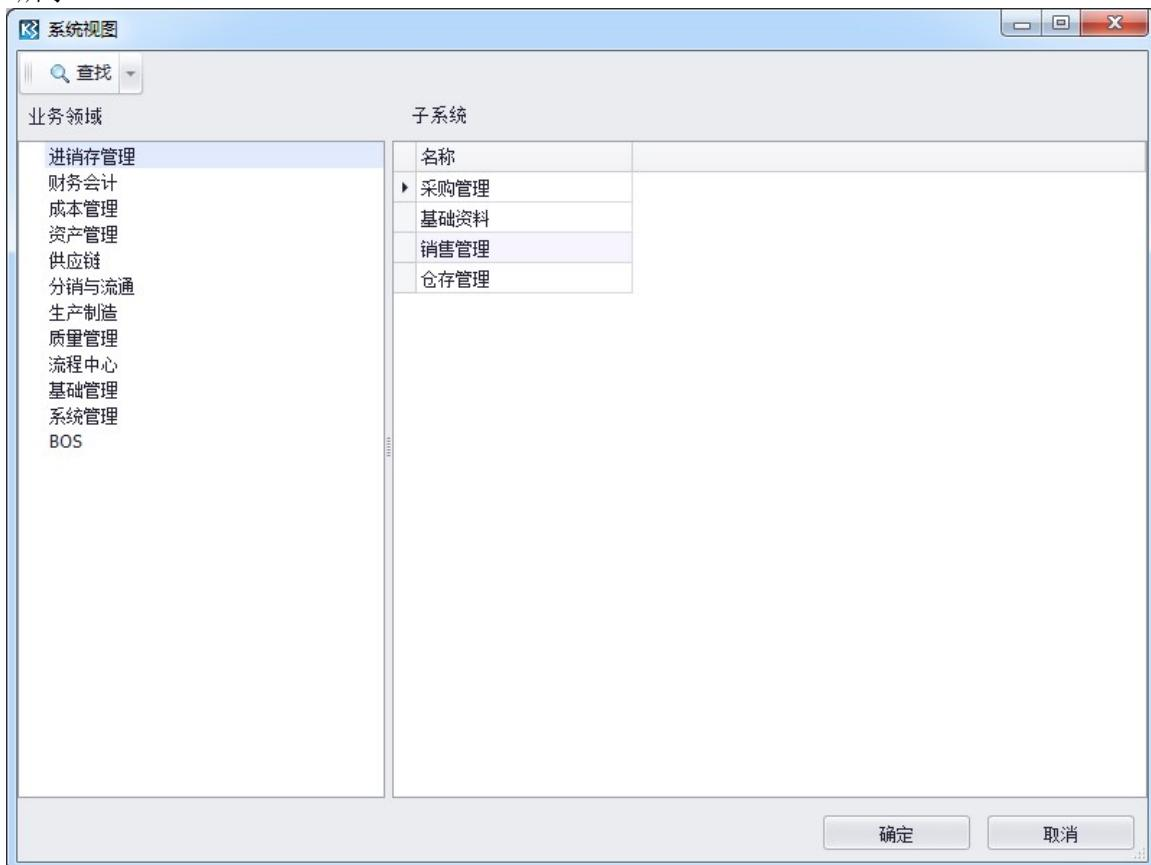

图 6-1-3 套打设计平台系统视图界面
- 3、登陆套打设计平台后，在系统视图界面选择【进销存管理】-【采购管理】，点击确定打开采购管理子系统，如图6-1-3所示。